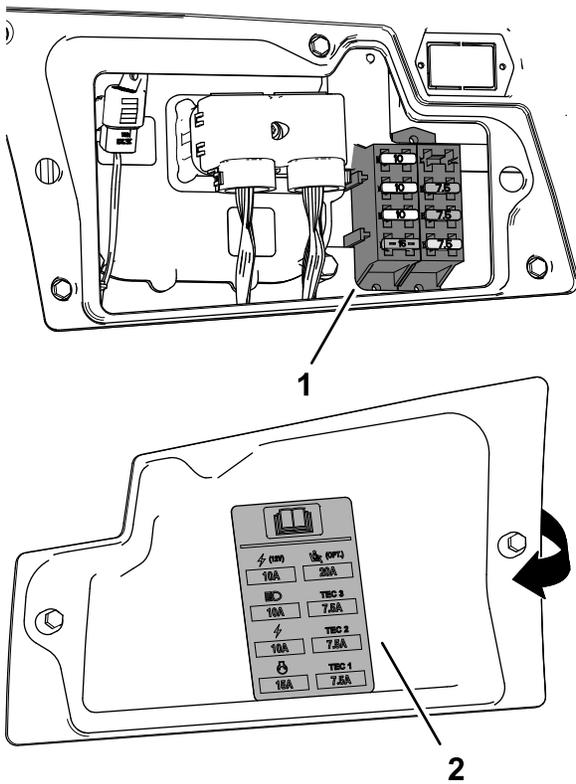

Figura 99
3. Substitua o fusível queimado (Figura 99) por um fusível do mesmo tipo e mesma amperagem.